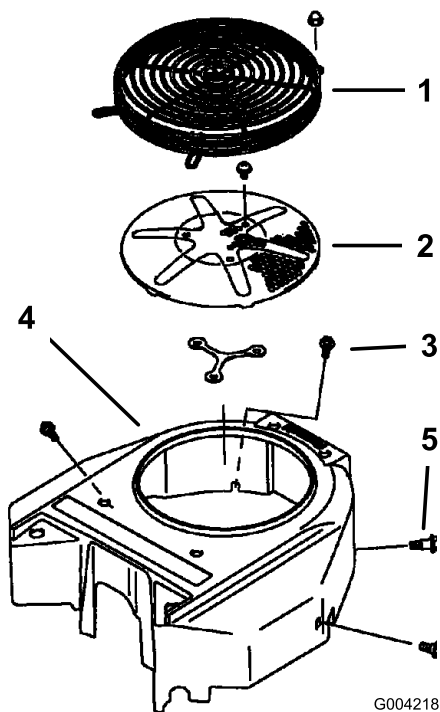

Figure 72
Avant chaque utilisation, enlevez l'herbe, les saletés et autres débris éventuellement accumulés sur la grille du moteur. Cela permet d'assurer un refroidissement et un régime moteur corrects, et réduit les risques de surchauffe et de dégâts mécaniques du moteur (Figure 72).
3. Retirez la grille d'entrée d'air, le lanceur et le boîtier du ventilateur (Figure 72).
5. Remettez la grille d'entrée d'air, le lanceur et le boîtier du ventilateur (Figure 72).